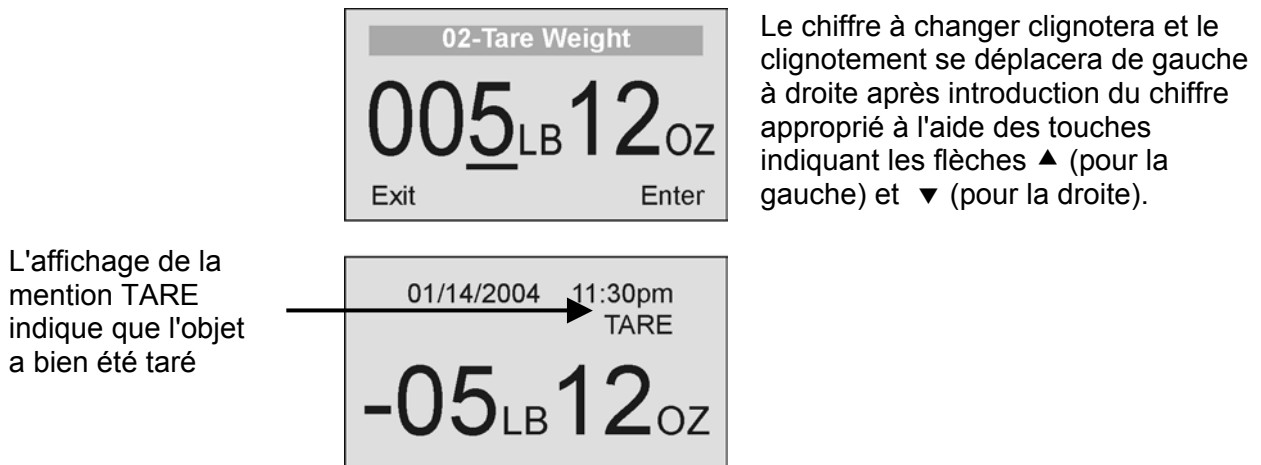

Figure 8. Poids de la tare
L'utilisateur peut régler le poids d'une tare grâce à la touche correspondante (TARE) - (9) tandis qu'un objet se trouve posé sur la plateforme de la balance. L'affichage se mettra à zéro et la mention TARE sera affichée pour indiquer qu'une valeur de tare est mémorisée (comme le montre la Figure 8 ci-dessus).